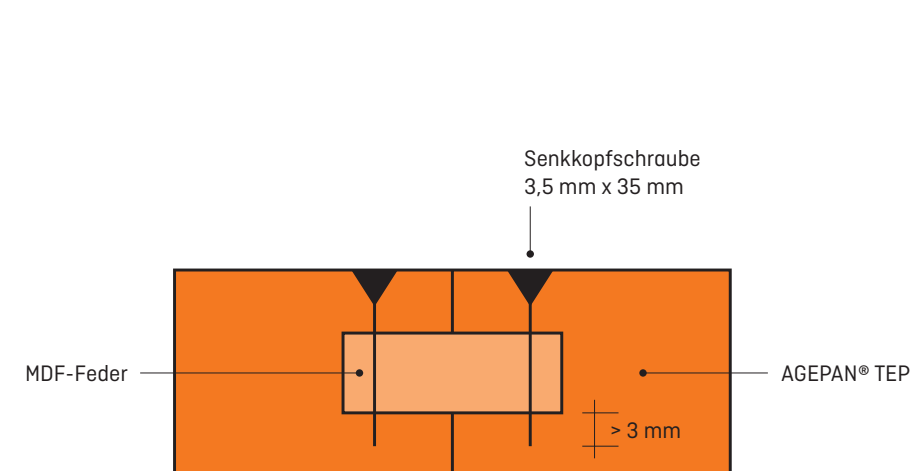

Abb. 1: Verschraubung der AGEPAN® TEP in der MDF-Feder
- Verschraubung der AGEPAN® TEP untereinander in der MDF-Feder nach Abb. 1